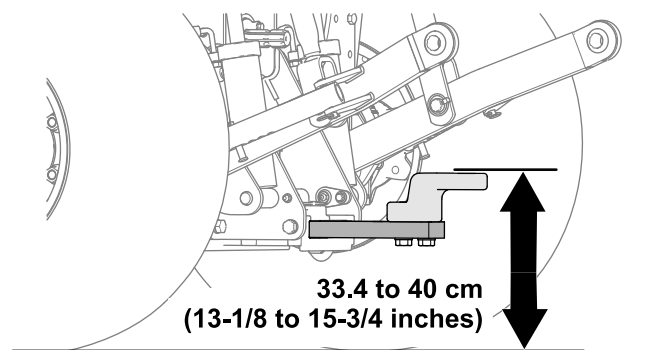

Рисунок 27
- Рабочая высота: от 33,4 до 40 см; см. **Рисунок 27**.